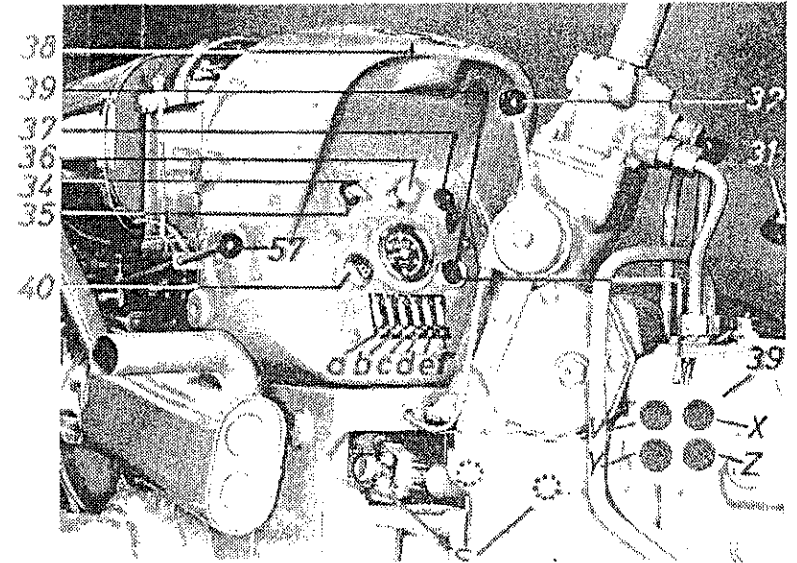

Abb. 4
1. Gangschalthebel (31) auf Leerlauf stellen (Abb. 4 und 5)
2. Gashebel (32) auf Vollast
3. Knopf (33) für "Startfüllung" drücken
4. Zündschlüssel (34) in Schaltkasten (35) einstecken, bis Ladekontrolllampe (y) rot und Öldruckanzeige (v) grün in Anzeigenleuchte (39) aufleuchtet
5. Glühanlaßschalter (36) bis zum ersten Widerstand, etwa 10 mm ziehen (10-15 Sekunden vorglühen), d. h. bis Glühüberwacher (40) hellrot aufleuchtet, Anlaßschalter bis zum Anschlag weiter durchziehen. Der Motor wird durch den Anlasser durchgedreht. Sobald der Motor anspringt, Anlaßschalter loslassen. Der Anlasser darf höchstens 10 Sekunden mittels Anlaßschalter betätigt werden. Falls der Anlaßvorgang wiederholt werden muß, muß jeweils eine Pause von 60 Sekunden eingelegt werden, um die Batterie zu schonen. Beim Anlassen eines betriebswarmen Motors entfällt das Vorglühen. Nachdem der Motor angesprungen ist, muß Ladekontrolllampe und Öldruckanzeigelampe erlöschen (39 y).
(39) Anzeigeleuchte vierfach